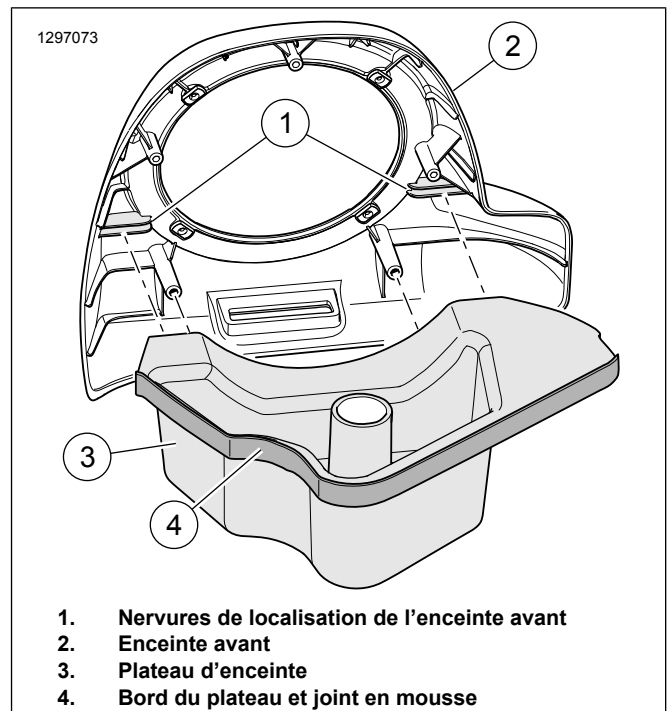

Figure 6. Ensemble d'enceinte
6. Voir Figure 6 . Monter le plateau d'enceinte (4) sur l'enceinte avant (2). Retirer le papier au dos d'un côté du joint en mousse à double face (5). Poser le joint comme indiqué. Découper et conserver l'excédant du joint d'étanchéité en mousse pour son utilisation ultérieure.